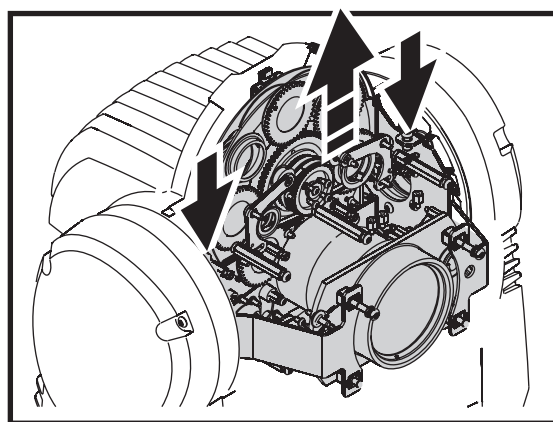

Figure 19: Démontage du module d'effets
5. Voir Figure 19. Démontez les deux vis Torx 20 (fléchées) des côtés du module d'effet et dégagez le module hors du projecteur.